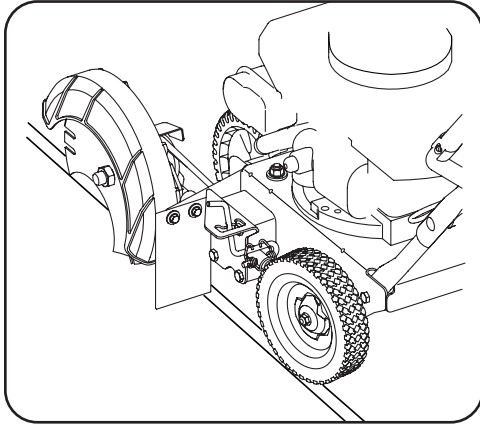

Figure 3-3
1. Transportez le coupe-bordures jusqu'à la zone de travail en veillant à ce que la roue arrière gauche soit sur une surface dure et que la lame soit sur la zone à être coupée. Voir Figure 3-3.